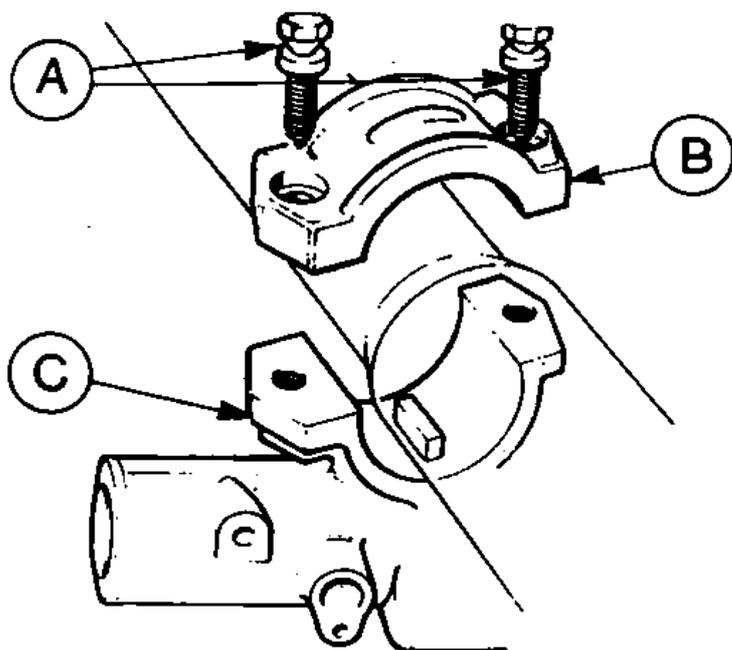

Рис. 11.26. Установите замок рулевой колонки (С) и зажим (В) и закрепите "срезными" болтами (А) (Разд.26)
7. Установка рулевого вала производится в последовательности, обратной снятию. Чтобы установить замок рулевой колонки, разместите зажим как показано на Рис. 11.26, убедившись, что язычок замка входит в отверстие трубы рулевой колонки. Затяните новые болты до среза головок.